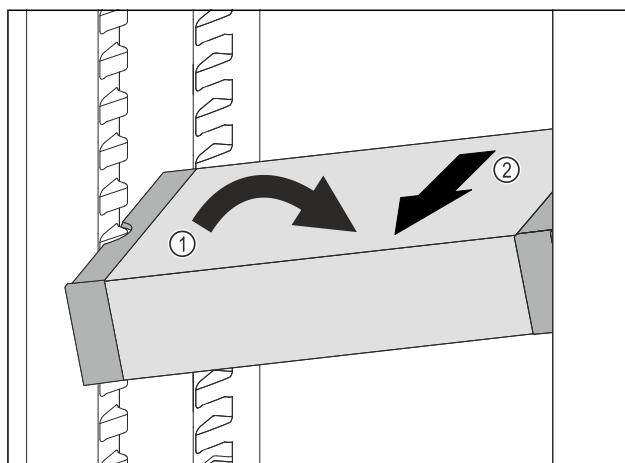

Fig. 90
- Наклонете VarioSafe в хладилната част. Fig. 90 (1)
- Извадете VarioSafe напред. Fig. 90 (2)